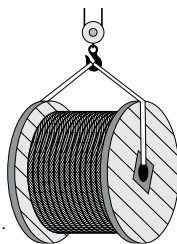

Рисунок 1.
- При погрузочно-разгрузочных работах барабан должен быть снят с транспортного средства таким образом, чтобы не допустить повреждения каната и барабана. Запрещается сбрасывание барабана с канатом с транспортного средства или снятие способами, приводящими к его порче или нарушению слоя консервационно-эксплуатационной смазки. Снятие барабана из кузова транспортного средства должно производиться только грузоподъемными механизмами с помощью двухветвевго стропа соответствующей грузоподъемности (рис. 1).